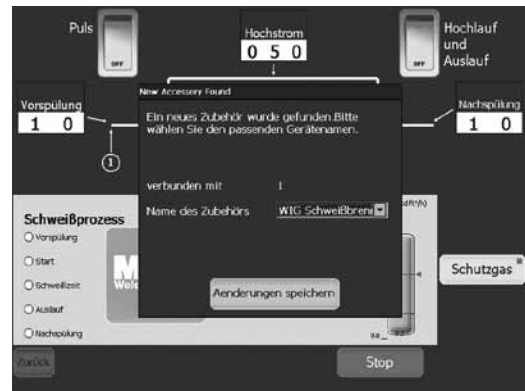

Abb. 1 – Bildschirm Zubehör
7. Auf dem Bildschirm des Netzteils M200 erscheint ein Zubehörfenster. Wählen Sie **TIG TORCH** (TIG-SCHWEIßGRIFF) aus der Dropdown-Liste. Abb. 1.